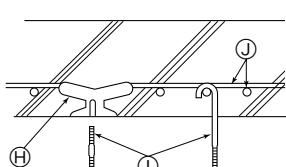

Fig. 2-5
② Διαφράσεις σιδηροπαγούς σκυροδέματος (Fig. 2-5)